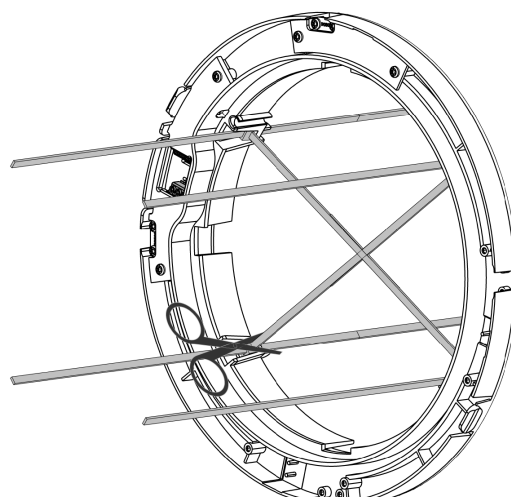

Abbildung 23 - Die Kabelbinder am Kopf abschneiden
4. Jeden der losen Kabelbinder so nah am Kopf wie möglich abschneiden, siehe Abbildung 23.